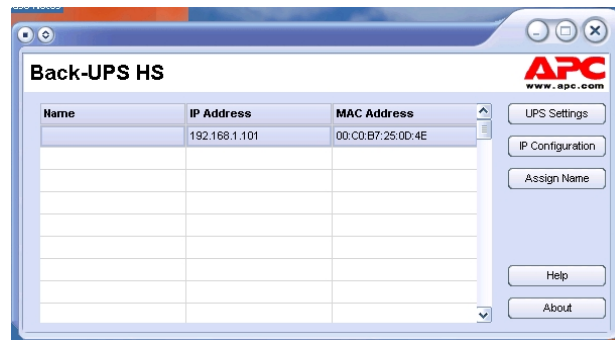

Abbildung 8. Anzeige der IP- und MAC-Adresse der Back-UPS HS
8. Nach der Installation steht die Software Back-UPS HS im Menü **Start** zur Verfügung. Nach dem Start des Programms sucht dieses nach allen am Netzwerk angeschlossenen Back-UPS-USVs und identifiziert diese anhand ihrer IP- und MAC-Adressen (siehe Abbildung 8). Die IP-Adresse wird der Back-UPS vom DHCP-Dienst des Hubs oder Routers automatisch zugewiesen. Vom DHCP-Dienst zugewiesene IP-Adressen können sich im Laufe der Zeit automatisch ändern. Deshalb rät APC davon ab, die IP-Adresse als Lesezeichen abzulegen, da das Gerät nicht auf Dauer anhand dieser Adresse identifizierbar ist. Die MAC-Adresse wird der Back-UPS HS 500 im Werk zugewiesen.
10. Sie können der Back-UPS einen Namen zuweisen, indem Sie auf die Schaltfläche **Assign Name** klicken (Abbildung 8) und den Namen in das Dialogfeld **Assign Name** eingeben. Der Name erscheint dann in der Spalte links von der IP-Adresse des Gerätes (Abbildung 11). Namen dürfen nicht mehrfach vorkommen.